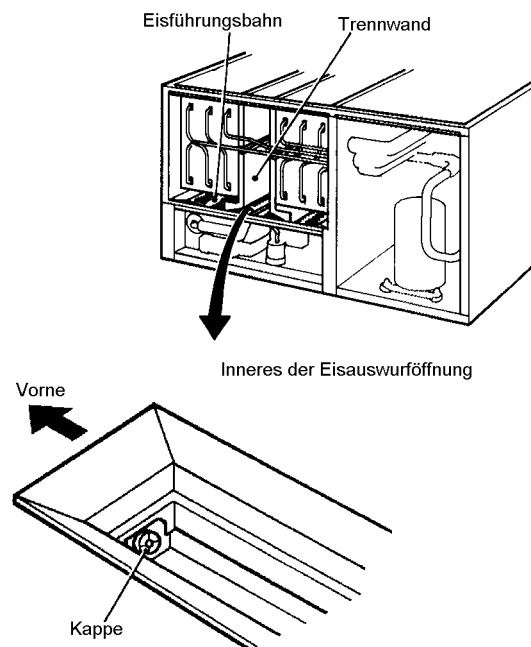

Abb. 12
8) Isolierplatte entfernen. Von der Eisauswurföffnung unten vorne die Kappe abnehmen. Wasserbehälter entleeren und losen Schmutz ausspülen. Siehe Bild 12.